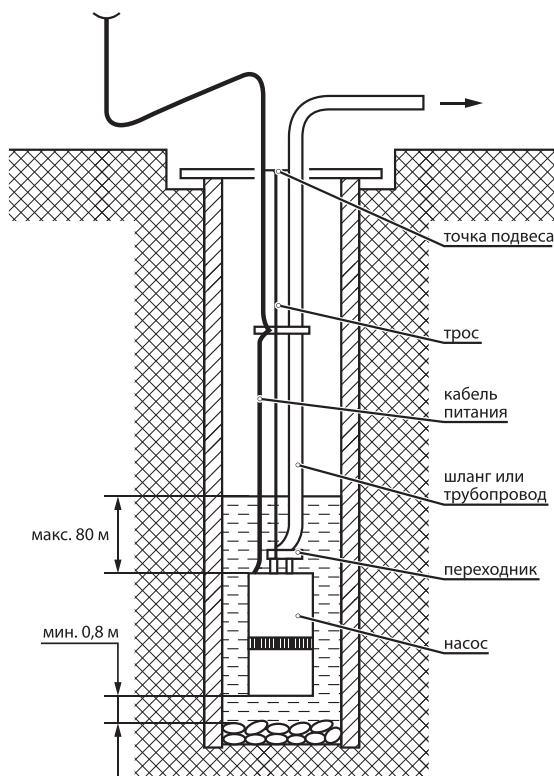

Рис. 4. Схема установки насоса
7. Опустить электронасос в воду и закрепить трос над скважиной, колодцем и т.п. Насос должен быть расположен не менее чем в 80 см от дна и 50 см от поверхности воды. См. схему установки насоса, представленную на рис. 4. При опускании электронасоса оберегайте электрический кабель от возможных повреждений. Спуск